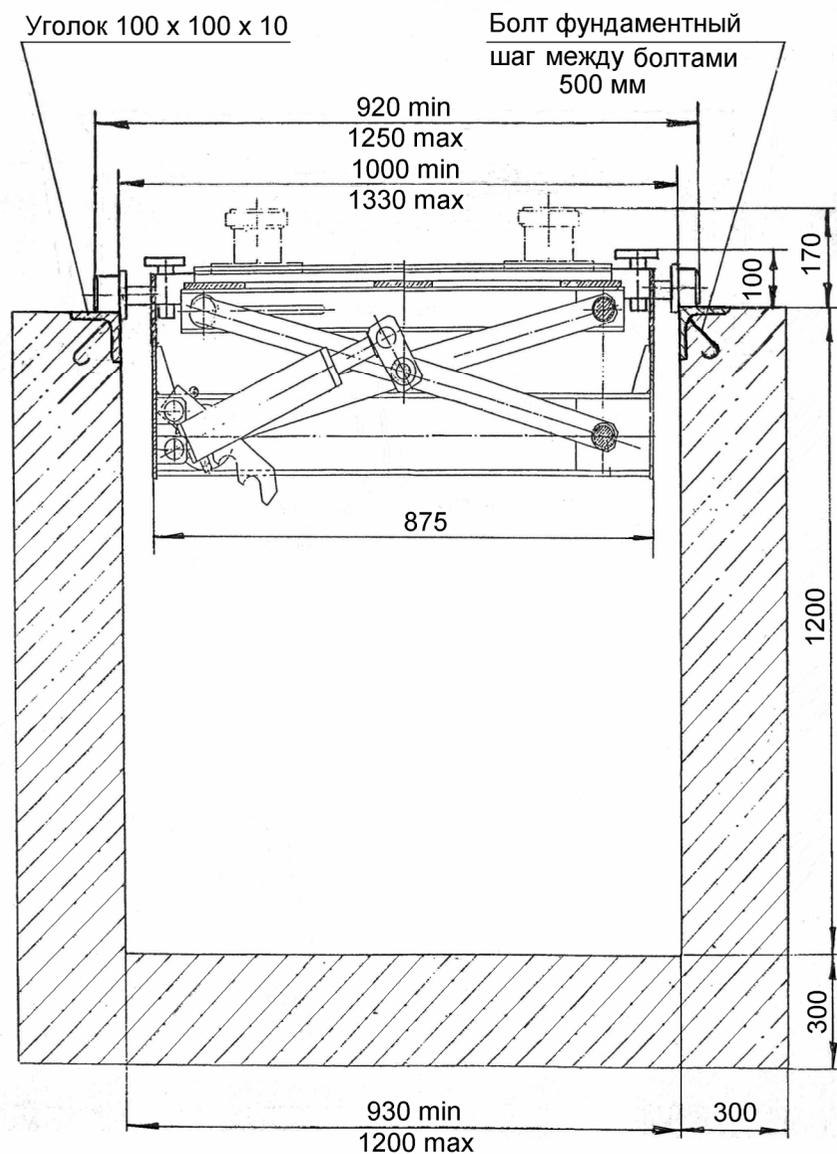

Рис. 4. Монтаж подъемника ПНК-1-01
6.1.2. Монтаж подъемника ПНК-1-01 производится в соответствии с монтажным чертежом приведенном на Рис.4.